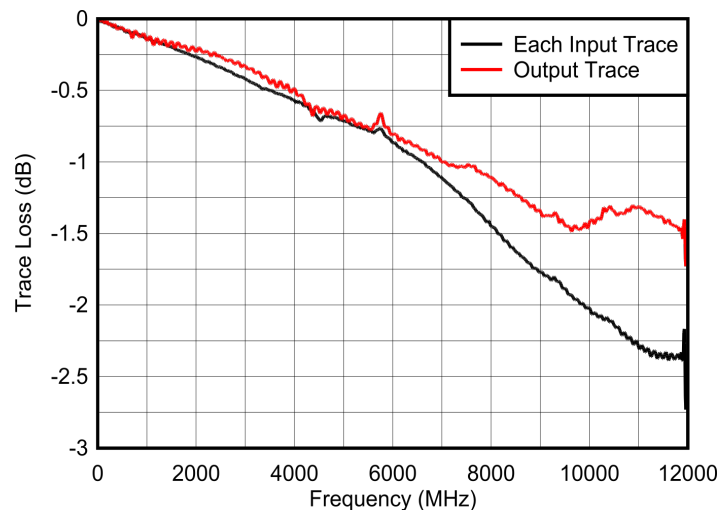

図 3-2. PCB パターンの損失と周波数との関係
4. 正確な利得測定を行うため、デバイスの入力および出力における基板パターンの損失を考慮してください。図 3-2 に、代表的な評価基板で測定したリファレンスの入力および出力パターンの損失を示します。